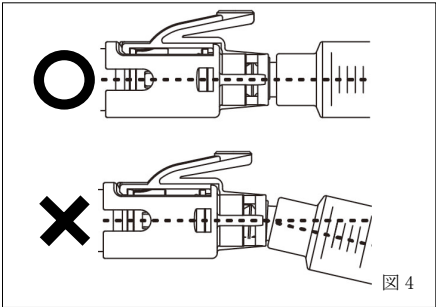

図 4
6. メスコネクタ部とシリンジの接続部周辺を片手で支え、曲がらないようにゆっくりと薬液等の吸引又は注入を行う(図 4)。
- (1) シリンジはルアーロックタイプを使用すること。
- (2) シリンジのルアーロック部の傾きや回転不足に注意し、確実にかん合させること。[接続が不十分な場合、外れ、液漏れ及び空気混入が生じるおそれがある。]
- (3) メスコネクタ部のテーパ部に薬液等が可能な限り付着しないように注意すること。[接続部に緩みが生じるおそれがある。]
6. 吸引又は注入時はメスコネクタ部とシリンジの接続部を曲げないこと(図 4)。[破損、外れ、液漏れが生じるおそれがある。]